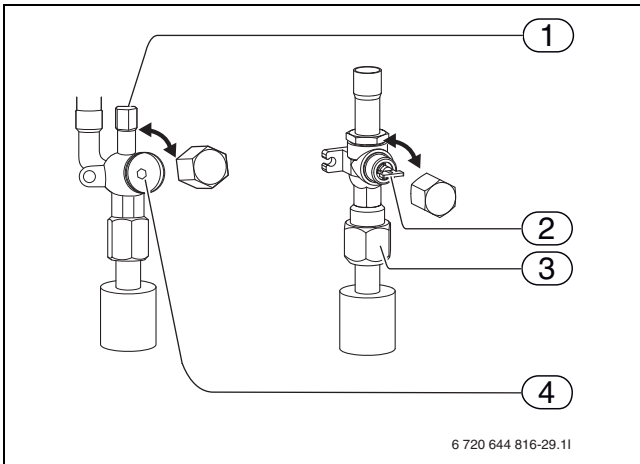

Рис. 21 Запорные вентили
- ▶ Подключите манометр и газовый баллон с сухим азотом к сервисному выходу на запорном вентиле (→ [1], рис. 21).
- ▶ Подключите вакуум-насос к сервисному выходу на запорном вентиле жидкостной трубы (→ [1], рис. 21).
- ▶ Откройте вентиль, для чего поверните винт (→ [2], рис. 21) шестигранным ключом 5 мм (7,5 кВт) до упора или поверните ручку (10–12 кВт).
- ▶ Снимите крышку и поверните запорный вентиль (→ [4], рис. 21) шестигранным ключом 4 мм против часовой стрелки до упора.